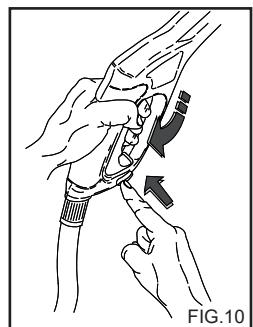

FIG.10
- Luk grebets beskyttesdæksel, når rengøringsmaskinen ikke anvendes. (Fig. 10).